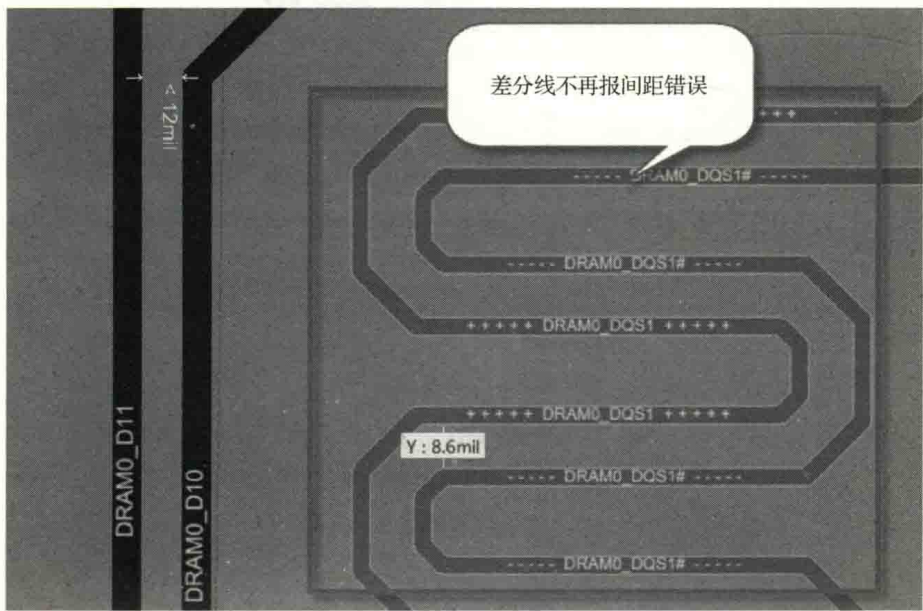

图 11-25 走线间距规则报告
(4) 在“Where The Second Object Matches”处适配“IsTrack”，那么整个规则的含义表述为除了差分线之外的导线和导线之间的距离。
(5) 按快捷键“TDR”，重新运行 DRC，可以得到如图 11-25 所示的结果，差分线之间的间距只有 8.6mil，不满足设计的 3W 规则 12mil，但是不再进行报错。